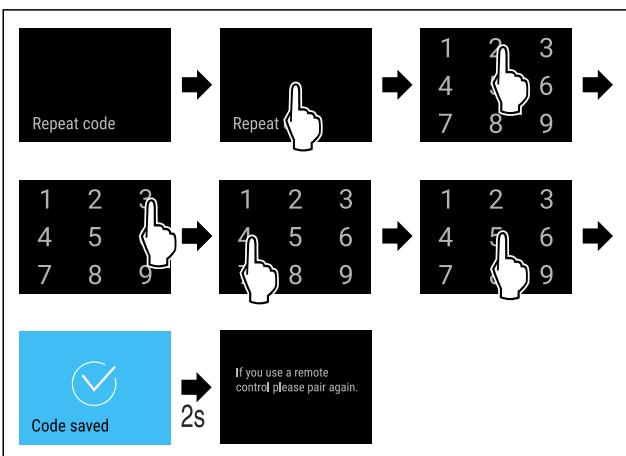

Fig. 93
- Seguir los pasos de procedimiento (consulte Fig. 93).